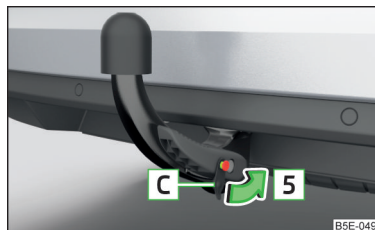

Fig. 191 Colocar la tapa sobre la cerradura
- Colocar e introducir la tapa **[C]** en la cerradura en el sentido de la flecha **[5]** » fig. 191.